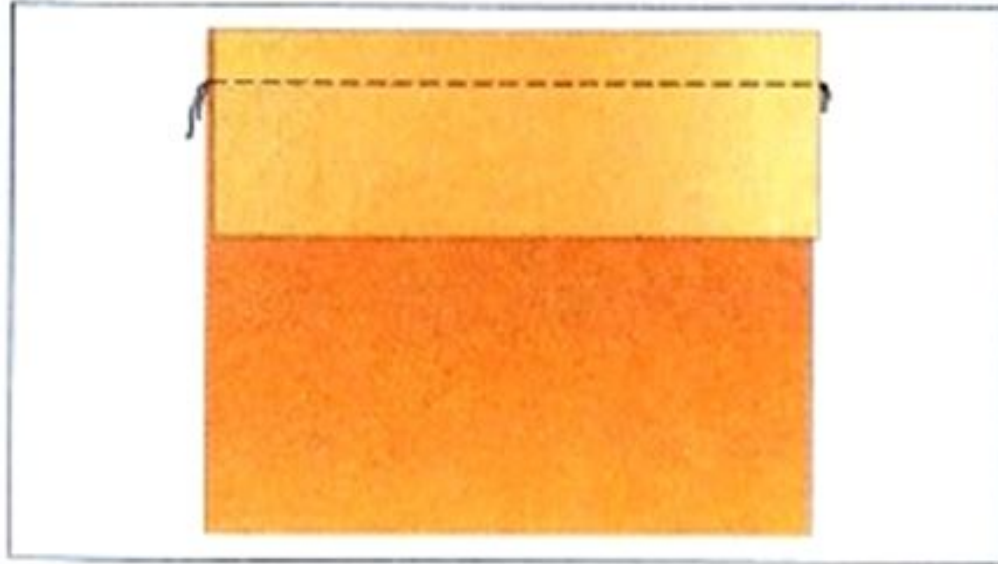

Рис. 48. Притачивание
1. Наложить бейку на изделие (лицевыми сторонами внутрь), уравнивать срезы. Слегка натягивая, притачать бейку. Ширина шва 6 мм. Ориентиром может служить ширина лапки (рис. 48).